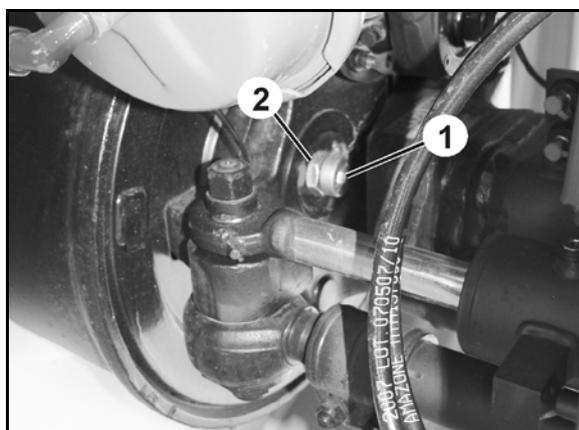

図 48
2. ロックねじ (図 48/1) をブレーキドラムに締め付け、ロックナット (図 48/2) で固定します。